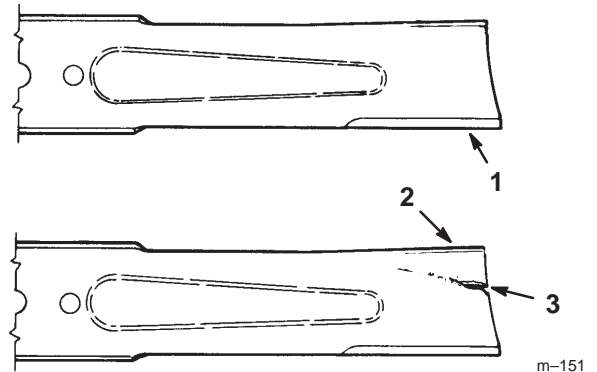

Figure 30
1. Inspectez les tranchants des lames (Fig. 30). Si les lames ne sont pas tranchantes ou si elles présentent des indentations, déposez-les et aiguiser-les (voir Aiguisage des lames, page 32).
2. Inspectez les lames, surtout la partie incurvée (Fig. 30). Remplacez immédiatement toute lame endommagée, usée ou qui présente une entaille (repère 3 de la Fig. 30).